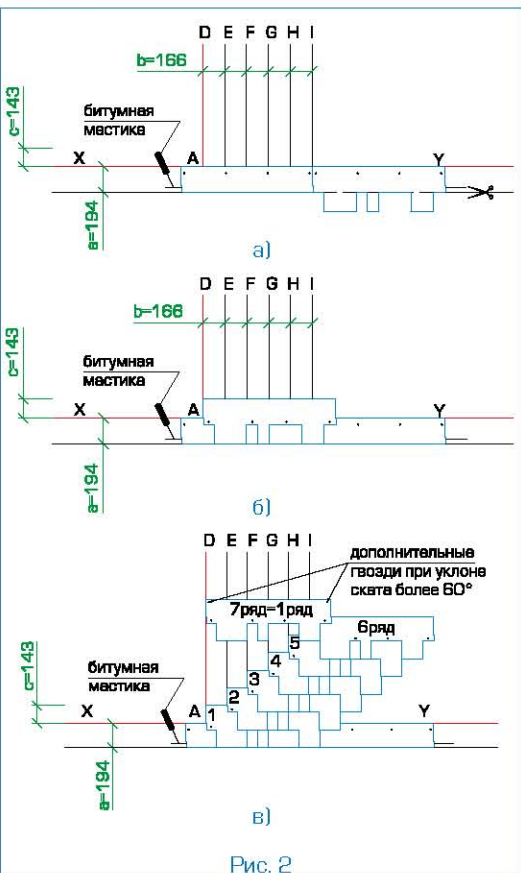

Рис. 2
Укладка материала (рис. 2)
- Начальный ряд формируется из листов черепицы АЛЬПИН с обрезанными лепестками. Полученные таким образом полосы шириной 19,4 см укладываются по линии карниза в обе стороны от линии I (рис. 2а) и фиксируются по нижнему краю битумной мастикой, а по верхней кромке 4 гвоздями (ось гвоздей на 5 см ниже верхнего края полосы);
- далее первый ряд черепицы укладывается от линии AD (рис. 2б);
- второй ряд укладывается от линии E (со смещением 16,6 см от AD) (рис. 2в);